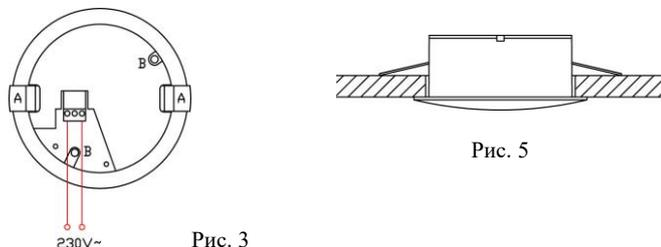

Рис. 5
4.3. Установка светильника вариант 2(монтаж встраиваемый в потолок рис.5)